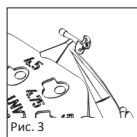

Рис. 3
■ **Рис.3** Регулировочное приспособление, выбранное для процесса измерения, вырезается с помощью микрохирургических ножниц и помещается в среднее ухо с помощью аспиратора или другого микрохирургического инструмента.